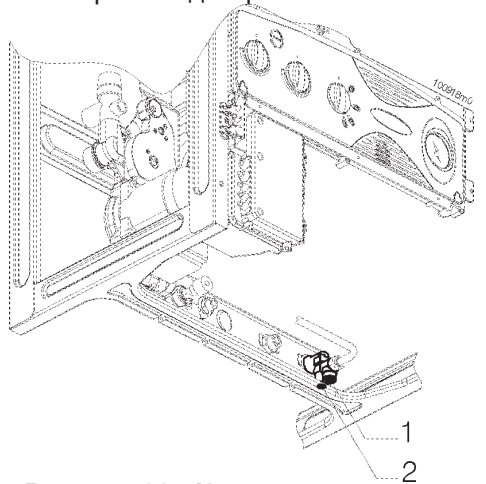

Рисунок 30 - Кран регулировки горячей санитарной воды
- если температура воды очень холодная необходимо уменьшить ее проход используя кран 2 (рис. 30), до получения желаемой температуры.